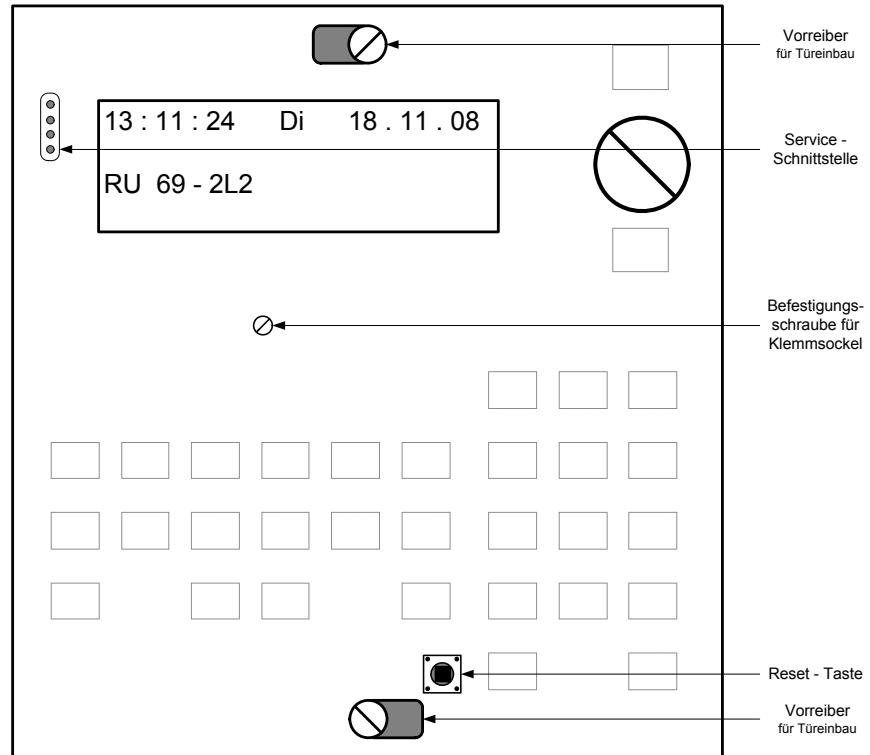

Abb. 3: Bedienorgane der Service- Ebene
5. Befestigungsschraube für Klemmsockel mit einem Schlitzschraubendreher einschrauben (siehe Abb. 3).
6. Befestigungsschraube für Klemmsockel mit einem Schlitzschraubendreher einschrauben (siehe Abb. 3).